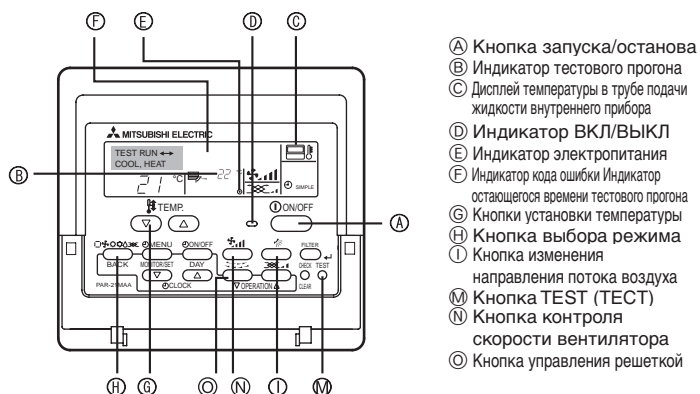

Fig. 7-1
7.2.1. Использование проводного пульта дистанционного управления (Fig. 7-1)
- ① Включите питание по крайней мере за 12 часов до начала пробного прогона.
- ② Дважды нажмите кнопку [TEST]. ➔ "TEST RUN" на ЖК-дисплее
- ③ Нажмите кнопку [Mode selection] (Выбор режима) и переключитесь на режим охлаждения (или обогрева). ➔ Убедитесь в том, что выдувается холодный (или теплый) воздух.
- ④ Нажмите кнопку [Fan speed] (Скорость воздушного потока). ➔ Убедитесь в том, что скорость воздушного потока переключилась.
- ⑤ Нажмите кнопку изменения направления потока воздуха или кнопку управления решеткой. ➔ Проверьте работоспособность заслонки.
- ⑥ Проверьте работу вентилятора наружного прибора.
- ⑦ Выключите пробный прогон нажатием кнопки [ON/OFF]. ➔ Стоп
- ⑧ Введите телефонный номер.